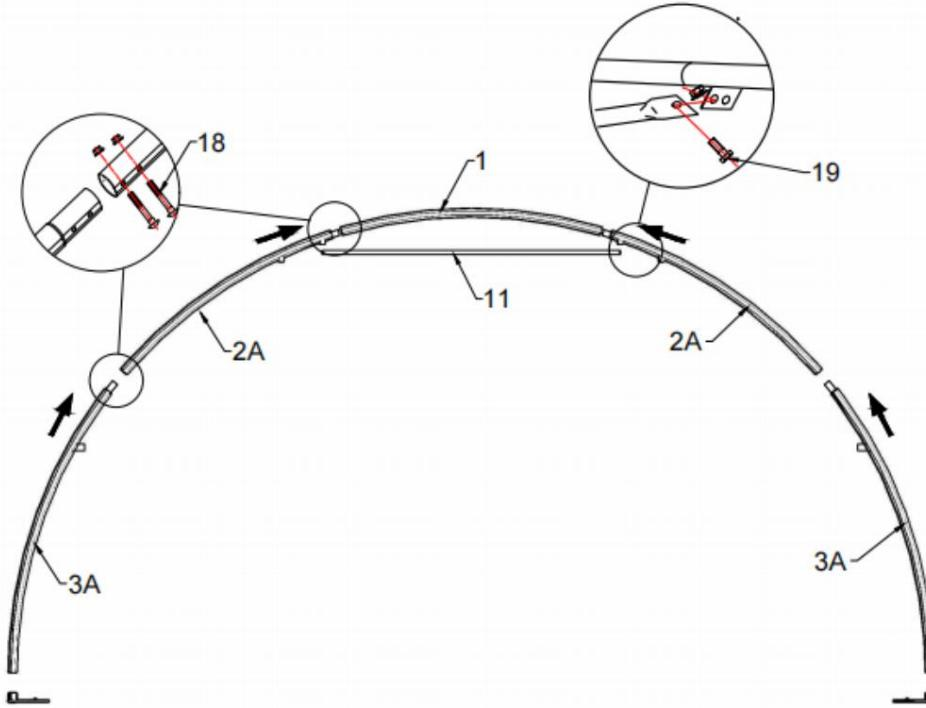

Figure 2
1. Comme illustré sur les figures 2 et 3, pour trouver un tube cintré de toit (n° 1), deux morceaux de tubes cintrés centraux (n° 2), inférieur Utilisez le tube cintré (n° 3) et assemblez chaque arche de groupe avec la vis M8x60 (n° 18). NE PAS installer la vis sur le dessus de la ferme, là où reposera le tissu.